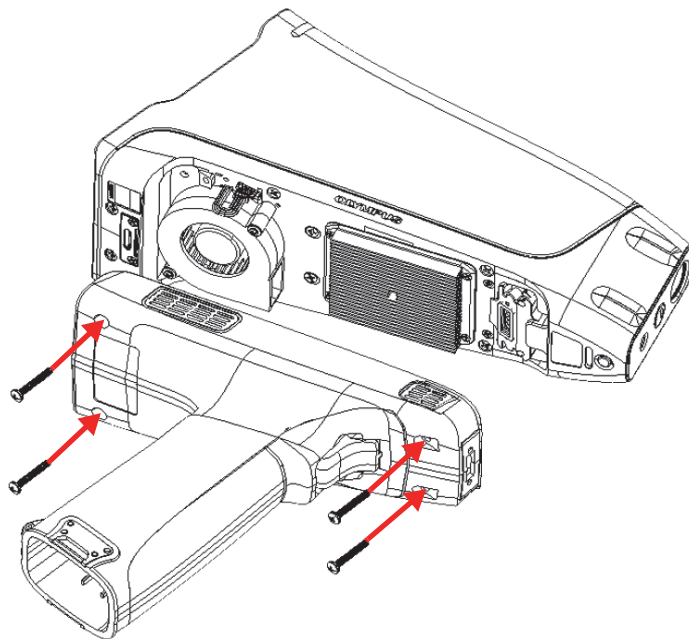

图 4-11 重新装上手柄
6. 重新安装4个螺钉，以将手柄固定到Vanta机身（参见第102页的图 4-11）。